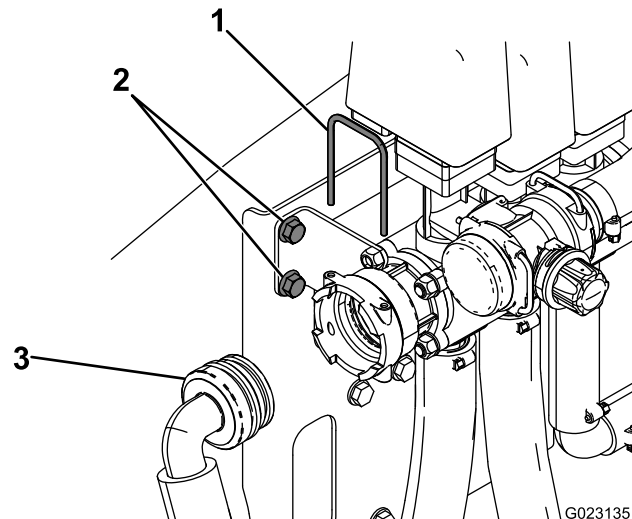

Figura 20
- Retire los 2 pernos que sujetan el soporte pequeño al bastidor (Figura 20).
- Retire la horquilla de retención que sujeta la manguera de presión al lateral de la válvula de agitación (Figura 20), y aparte la manguera y la horquilla.